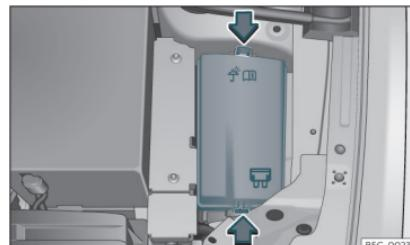

Fig. 52 En el vano motor: tapa de la caja de fusibles.
- Presione las pestañas de bloqueo para desbloquear la tapa de la caja de fusibles **»» fig. 52.**